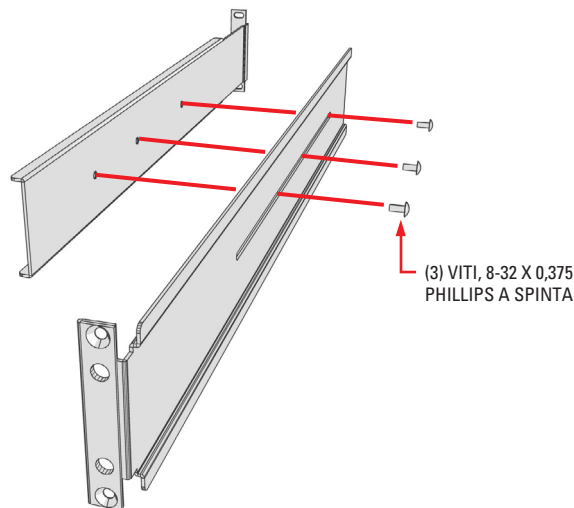

Figura 6. Montaggio di una guida di supporto
3. Attaccare una guida di montaggio anteriore ad una guida di montaggio posteriore. Accertarsi che le guide siano montate una contro l'altra, come riportato nella Figura 6. Usare tre viti 8-32 x 0,375-inch Phillips a spinta in uno dei fori disponibili. Lasciare le viti allentate fino alla fase 8.